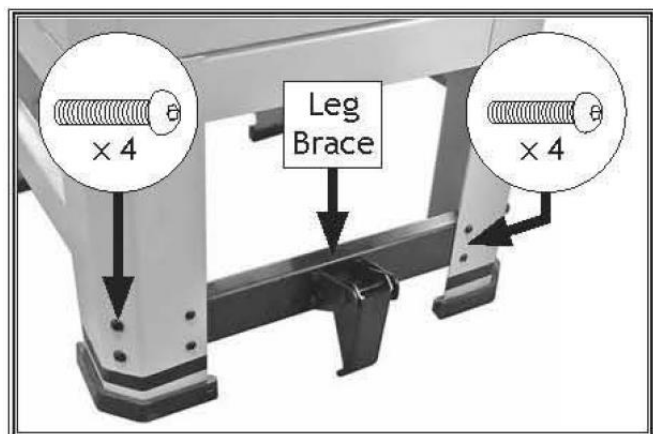

Рисунок 14. Установленная скоба для ног
3. Установите скобу для ног (см. Рис. 14) с предварительно установленными (4) винтами М8-1,25 x 16 для головок кнопок и (4) винтами М6-1 x 12 для головок кнопок.